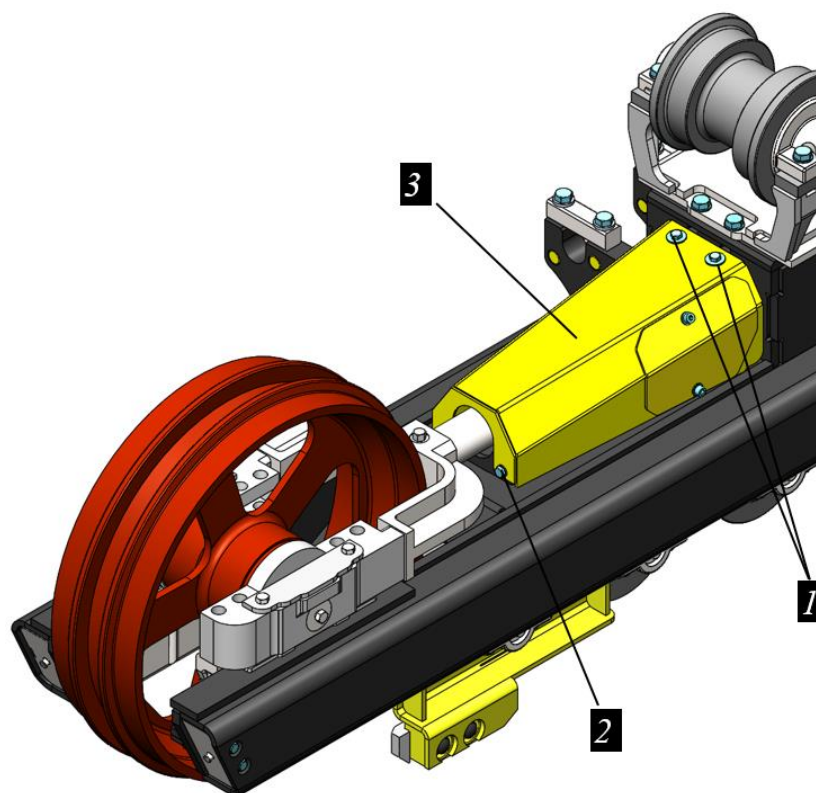

Рисунок 12.41. Процедура монтажа кожуха механизма натяжения
- ▶ Установить кожух механизма натяжения 3 на раму тележки, закрепить кожух болтами 1 и 2 соответственно, см. рис. 12.41.